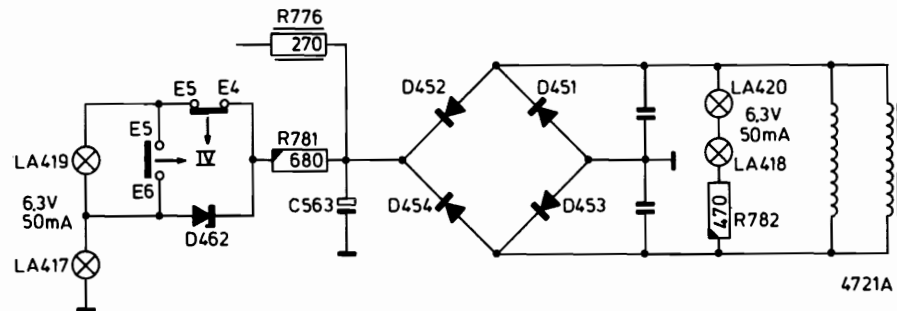

Fig. 1
- a. Afin de prolonger la durée de vie des lampes, le circuit d'illumination est modifié, voir fig. 1. L'illumination des deux VU-mètres se fait à présent par tension alternative.
- a. Um die Lebensdauer der Lampen zu verlängern, wurde der Beleuchtungskreis geändert (siehe Abb. 1). Die Beleuchtung der zwei VU-Messer erfolgt jetzt durch Wechselspannung.